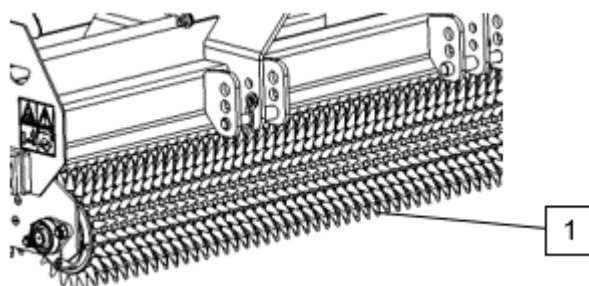

Abb. 5-2
- Säelemente (1) auf Beschädigung prüfen und ggf. reparieren. (Abb.5-2)